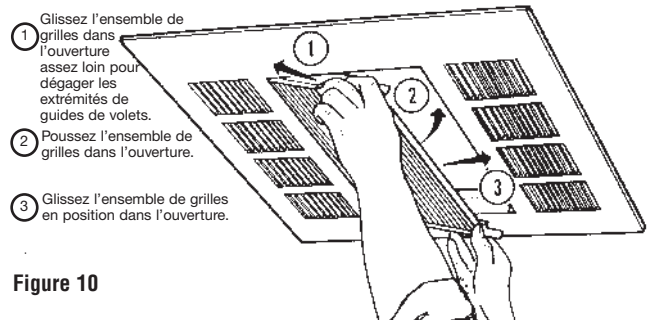

Figure 10
5. Tout en maintenant à deux mains l'ensemble, entrez une extrémité de l'ensemble dans l'enceinte, et glissez ce côté vers l'intérieur tout en mettant le côté opposé dans l'enceinte (Voyez la Figure 10). Faites glisser l'ensemble en position de façon à ce que la portion inférieure de chaque guide se verrouille dans l'ouverture.